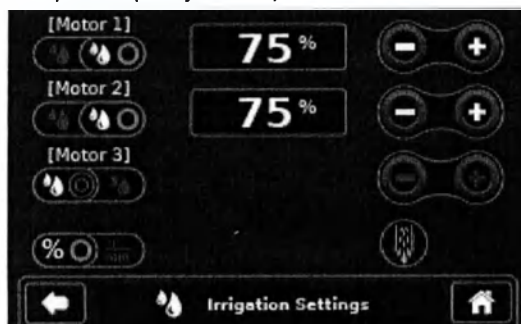

Рисунок 18 – Экран настройки ирригации
2. При необходимости откорректируйте настройки (Рисунок 18).